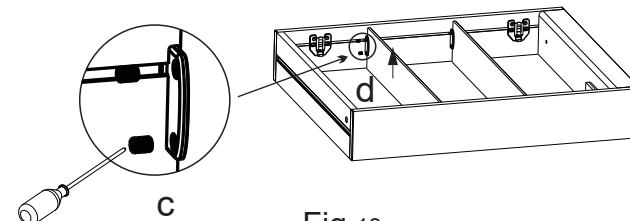

Fig.13
- 4.2.Ta bort de 4 skruvarna (c) från hyllkonsolerna och ta bort hyllglaset (d) (bild 13).